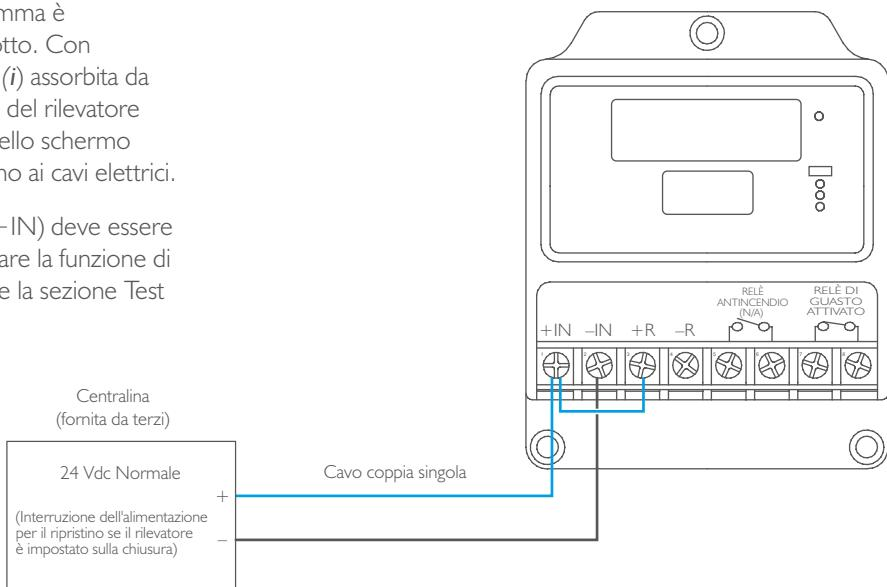

Figura 15. Diagramma di collegamento a due cavi base
- 1) Segnalazione corrente. Il rilevatore può essere collegato a un dispositivo alimentato con loop a doppio cavo che aumenta la sua corrente di alimentazione per segnalare la rilevazione di una fiamma – vedere figura 15.